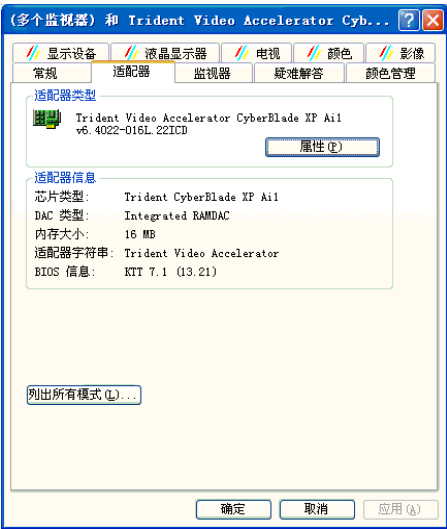
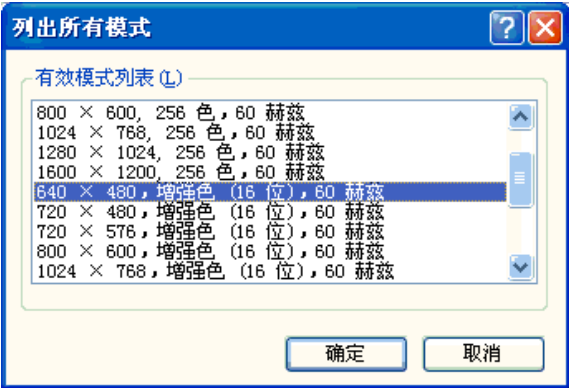

图 8-9
图 8-10
(3)选择列出所有模式（图 8-9）。然后选中 640X480 模式（图 8-10）。